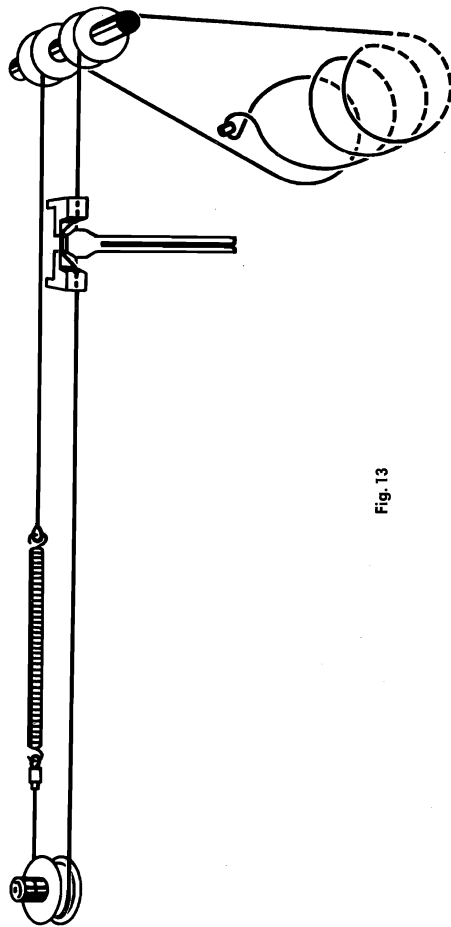

Fig. 13
5. Skalenseil nach Fig. 13 auflegen.
5. Place drive cables as shown in fig. 13.